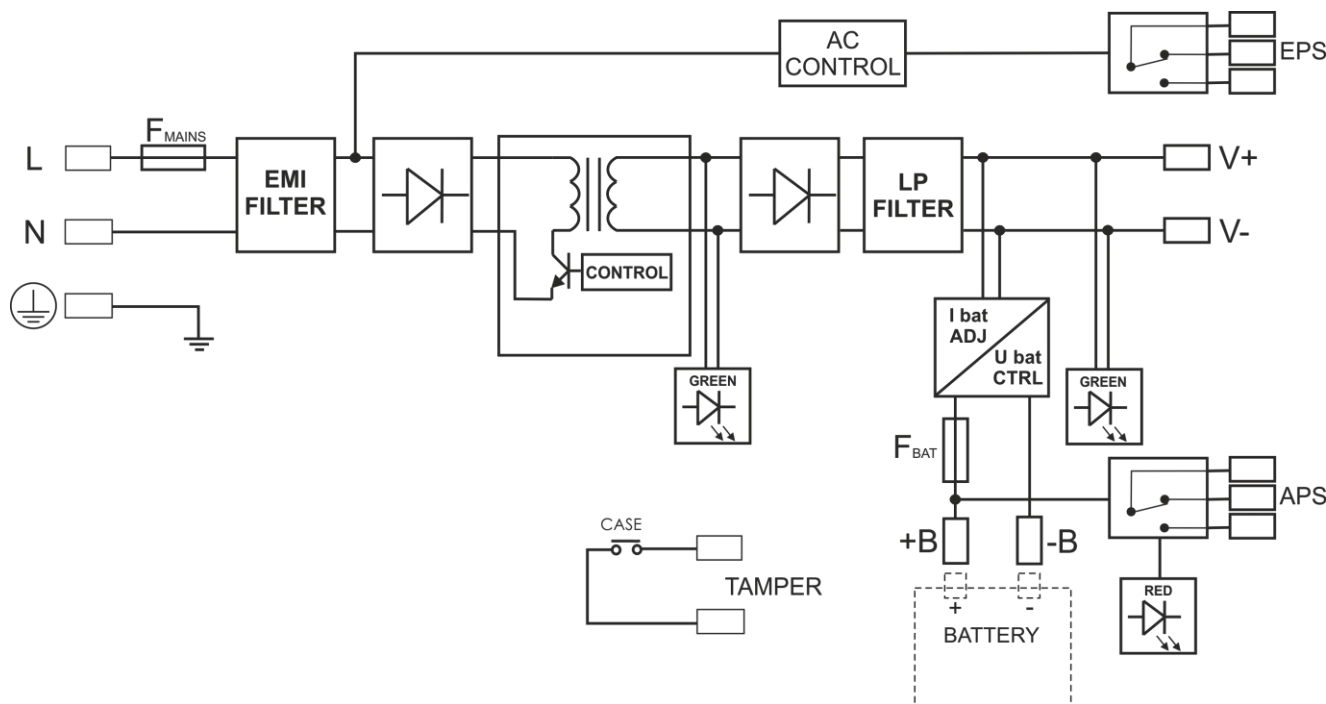

Fig.1. Diagrama de bloques de la fuente de alimentación.
1.2. Diagrama de bloques (Fig.1).